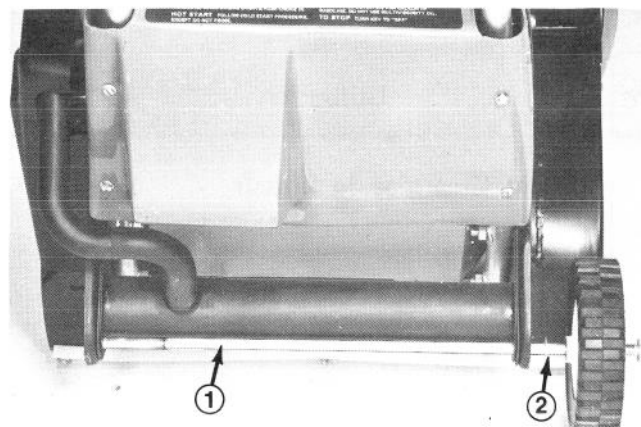

Figure 2
4. Glissez l'essieu dans les deux supports de montage (Figure 2). Remarquez la position de la rondelle plate (Figure 2).